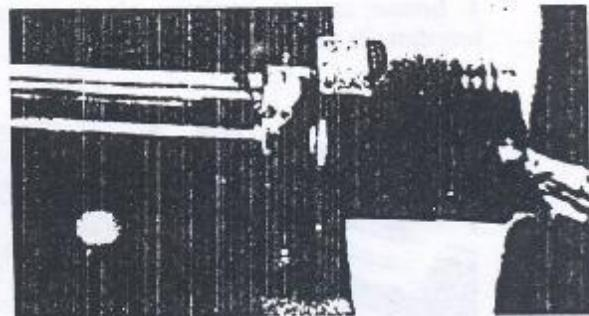

Figura 4.19.9 - Recravamento da junta esférica interna
9. Recravar as bordas das juntas esféricas, nos rasgos existentes nas extremidades da cremalheira, utilizando-se de um punção (Figura 4.19.9).